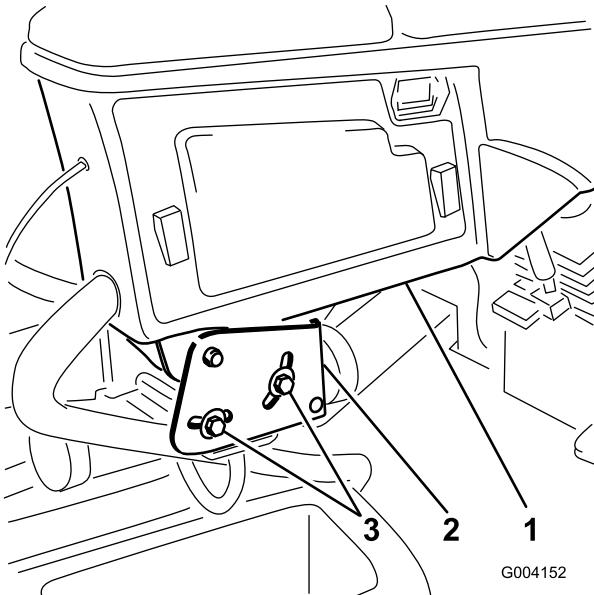

図 3
1. コントロールアームをリテナブラケットに固定している2本のボルトをゆるめる図 3。